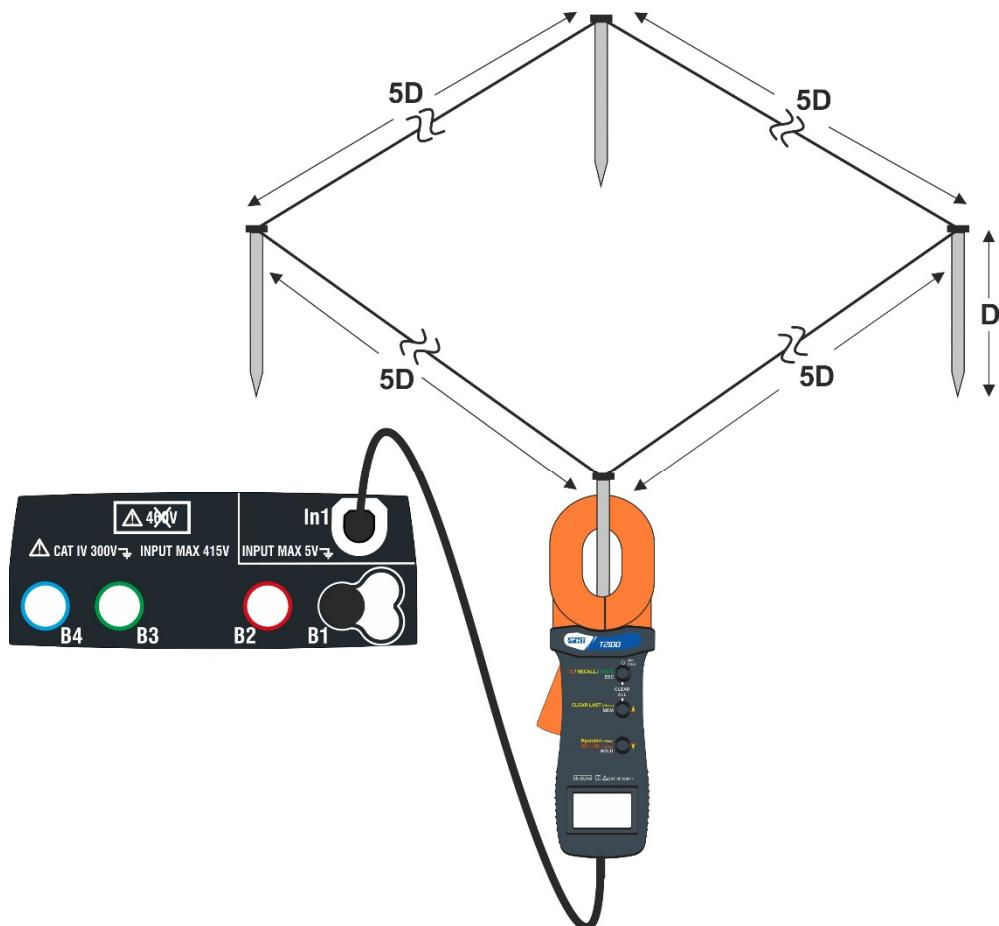

Fig. 32: Mediación da resistencia de ponteiras individuais com pinça T2100
A medição executada pela pinça T2100 é utilizada para a avaliação da resistências de ponteiras individuais no âmbito de uma instalação de terra sem necessidade de as desligar, **na hipótese delas não se influenciarem entre si** (ver Fig. 32).
4. Ligar a pinça à primeira ponteira da rede de terra considerada como se mostra na Fig. 32. Notar o valor da resistência no campo e premir o ícone para inserir esse valor no cálculo da resistência paralela e aumentar o parâmetro em uma unidade ( =1).